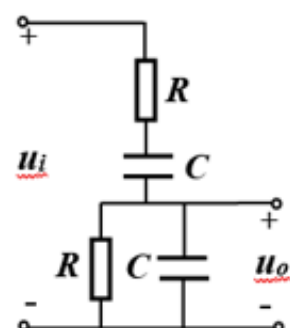

图 1 文氏电路
- 1 给定文氏(Wien)电路如图 1 所示。其中, $R=10\text{k}\Omega$, $C=0.01\mu\text{F}$ 。